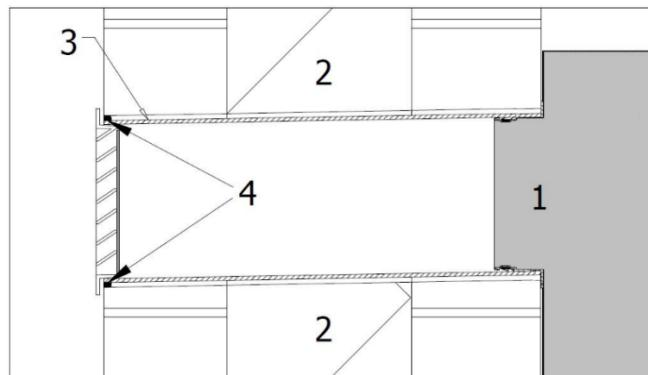

Abbildung 30: Abdichten der Fugen rund um die Kanäle, Schnittzeichnung
Hinweis: Abbildung 30 zeigt ein Gerät mit durch die Wand verlegten Außenluft- und Fortluftkanälen.
Abbildung 30 ist eine Schnittzeichnung, die eine Wand mit einem Kanalöch und Kanalanschlüssen zeigt. Das Gerät wird an der Innenwand installiert, also im grauen, mit Nummer „1“ gekennzeichneten Bereich auf der rechten Seite.
1. Tragen Sie Dichtungsmittel auf die Kanalaßenkanten auf, siehe „4“ in Abbildung 30 oben.